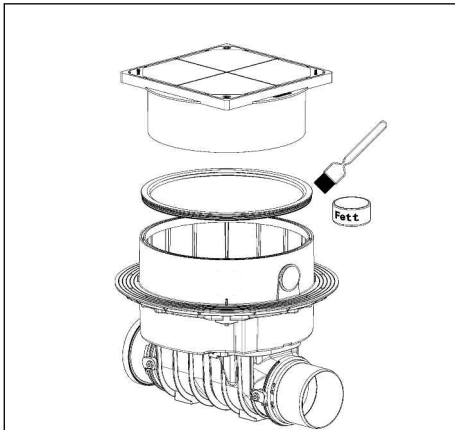

Abb. 3
C. Bauzeitstellung (Bild 3, teilweise geöffneter Betriebs- und Notverschluss)
Für den Anschluss der elektrischen Leitungen von Sonde und Antriebsmotor ist bauseits ein Kabelleerrohr (mind. DN 50, KESSEL empfiehlt 2 x 45°-Bögen) bis mind. auf Fertigfußbodenhöhe (siehe Abb. 2) zu verlegen und in die Kabeldurchführung im Zwischenstück des KESSEL-Staufix FKA einzuführen. Die beiliegende Profil-Lippendichtung in die Nut des Zwischenstückes einlegen und einfetten. Anschließend das Aufsatzstück montieren (Abb. 3). Durch das tele-